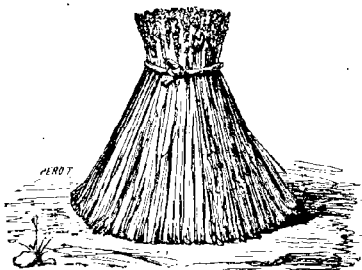

Fig. 12.
2. Les moyettes flamandes sont les plus simples. A mesure que le blé est coupé, et alors qu'il n'est pas mouillé, on prend une quantité de tiges à peu près équivalente à 5 ou 6 gerbes ordinaires, et on les réunit par un lien à 25 ou 30 centimètres au-dessous des épis. On obtient ainsi une espèce de gros faisceau, qu'on appelle *poupée* et qu'on place verticalement sur le sol, en ayant soin de l'ouvrir par le bas (fig. 12), afin de lui donner du pied